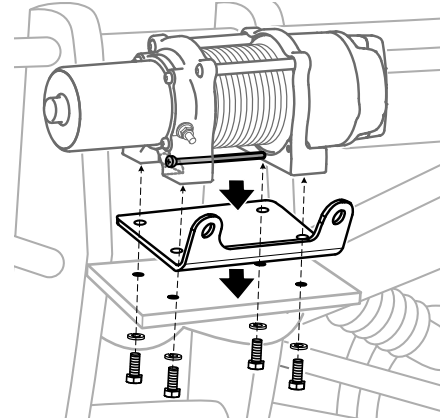

Abbildung 3
5. Installieren Sie die Schrauben und ziehen Sie sie auf 16 Nm an, wie in Abbildung 3 dargestellt.